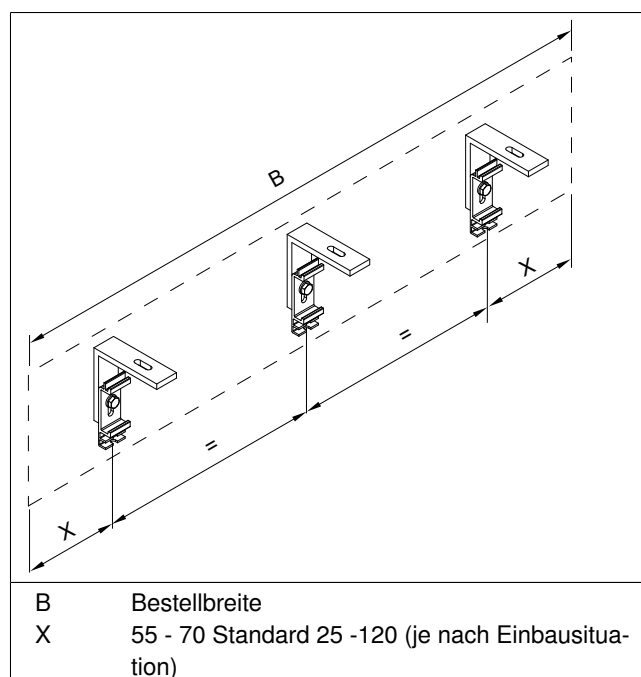

Abb. 3: Maßskizze Deckenträger montieren
- Position der Träger auf den Montageuntergrund übertragen (siehe Abb. 3/Seite 5)! Auf Höhengleichheit achten.